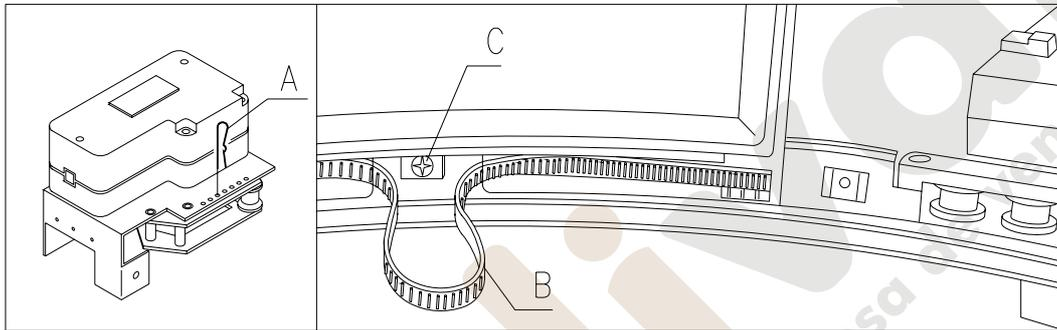
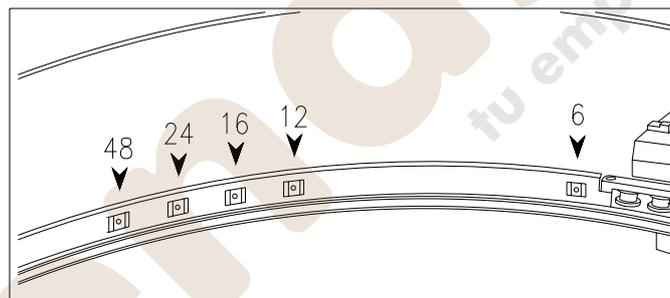

FIG. 12
FIG. 13
8.7 REGULACIÓN DE LA APERTURA DE LAS VENTANILLAS FIG. 12 - FIG. 13
6. La FIG. 13 muestra las posiciones relativas al tope en las varias configuraciones, 6-12-16-24-48 compartimientos.